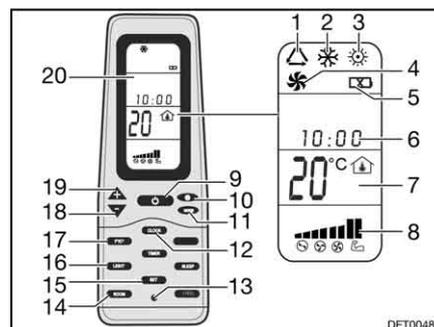

Fig. 155 Mando a distancia
- Pulsar la tecla ON/OFF (Fig. 155,9).
- Pulsar la tecla "Mode" (Fig. 155,11) las veces que sean necesarias hasta que se visualice el modo de funcionamiento deseado (Fig. 155,1, 2, 3 ó 4) en el display (Fig. 155,20).
- Ajustar la temperatura deseada con las teclas "+" (Fig. 155,19) y "-" (Fig. 155,18).
- Seleccionar la etapa deseada del ventilador con la tecla Velocidad del ventilador (Fig. 155,10).